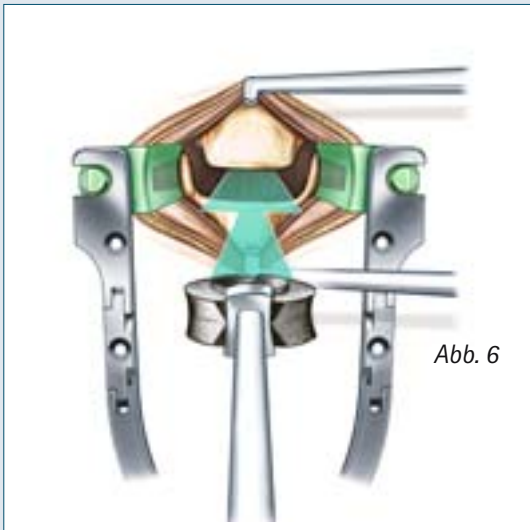

Abb. 6
- Sobald das Einsetzinstrument mit dem Implantat verbunden ist, wird CeSpace unter Bildwandlerkontrolle in den Zwischenwirbelraum eingesetzt (Abb. 6).